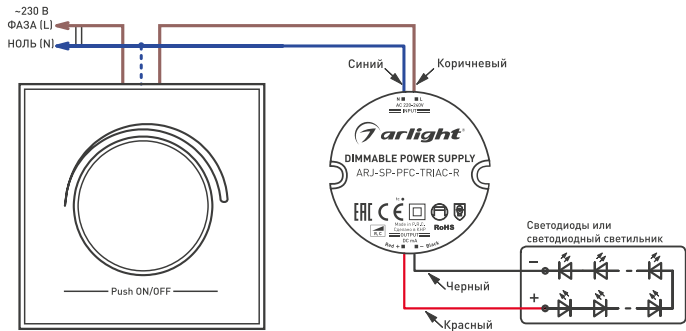

Рис. 1. Подключение источника тока
- 3.5. Подключите входные провода в соответствии со схемой, приведенной на рис. 1. Если у светорегулятора есть клемма для подключения нулевого провода (N), подключите его. На рисунке это соединение обозначено пунктиром. При подключении светорегулятора руководствуйтесь схемой, приведенной в его инструкции.
- Учтите, что светорегуляторы характеризуются максимальной и минимальной мощностью нагрузки. Минимальная мощность нагрузки светорегулятора обычно составляет примерно 10–20% от максимальной и должна быть указана в документации к светорегулятору. Уточните параметры вашего светорегулятора и убедитесь, что мощности подключаемых светодиодных источников света достаточно для работы светорегулятора. Хорошо, если светорегулятор имеет клемму для подключения нулевого проводника (N). Подключение по схеме «с нейтралью» способствует стабильной работе светорегулятора при малой нагрузке. На рис. 1 такое подключение обозначено пунктиром.